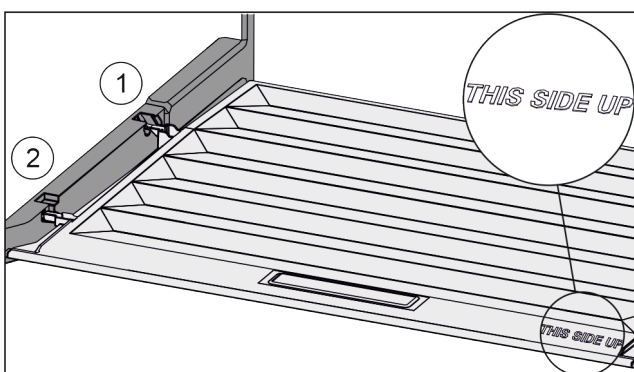

Fig. 42
- ▶ Výstupky víka zaveďte do zadních držáků Fig. 42 (1) a vpředu zaklesněte do držáku Fig. 42 (2).